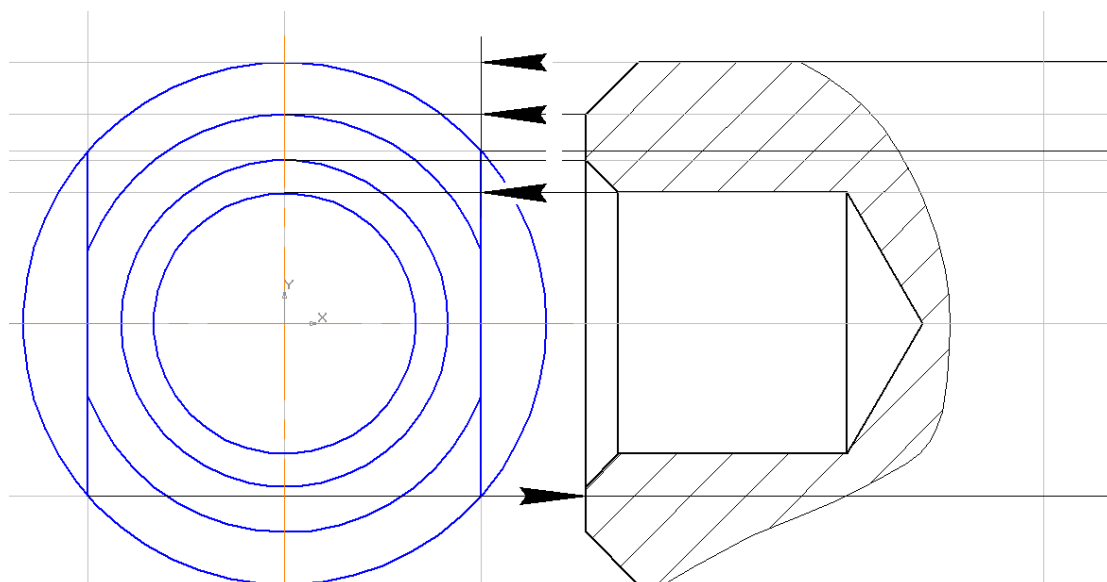

Рис. 13
8. Для выполнения вида слева нажмите кнопку **Создать новый вид** с параметрами: масштаб М1:1, базовая точка (42, 234). В проекционной связи постройте вид слева, рис. 13.